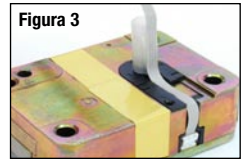

Figura 3
6. Enchufe un extremo del cable de cinta al conector en el extremo inferior de la caja de la cerradura. (Figura 3)
7. Tienda el cable de cinta en la trayectoria del cable sobre la caja de la cerradura y encinte el cable al exterior del tubo con la cinta aislante suministrada. (Figura 3)